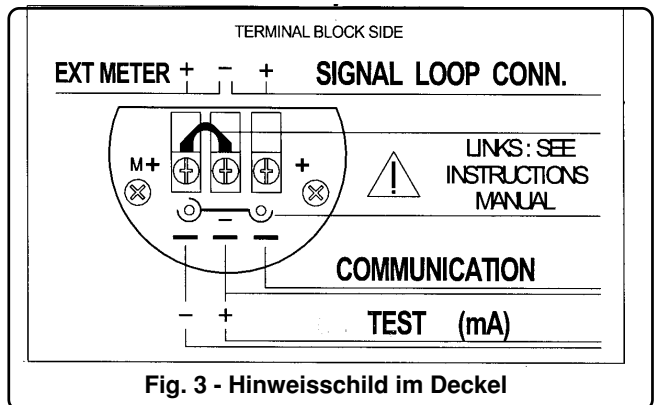

Fig. 3 - Hinweisschild im Deckel
- 2) Den Deckel auf der Anschlussklemmenblockseite entfernen; auf seiner Innenseite befindet sich das in Abb. 3 gezeigte Schild.